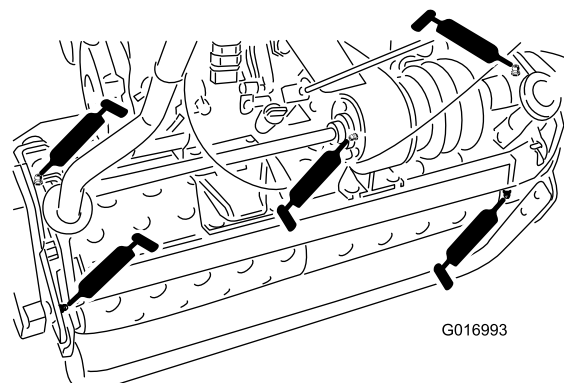

図 23
- ドラムのアクスル2ヶ所 図 23
- デファレンシャル3ヶ所 図 23